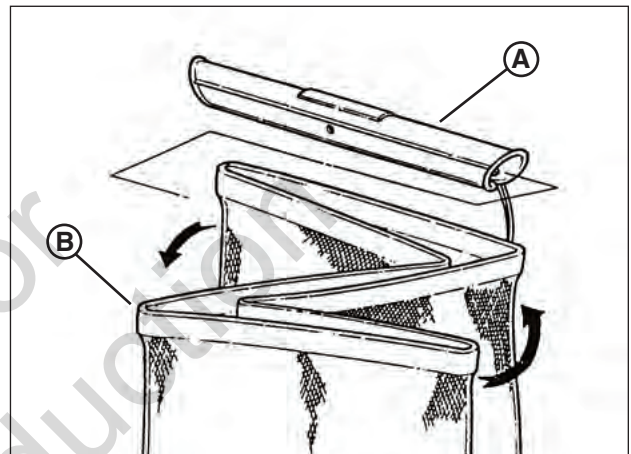

Figure 13: Retrait de la glissière du sac
2. Ouvrez le sac en enlevant la glissière du sac (A, Figure 13) de la fermeture en Z à l'arrière du sac (B).